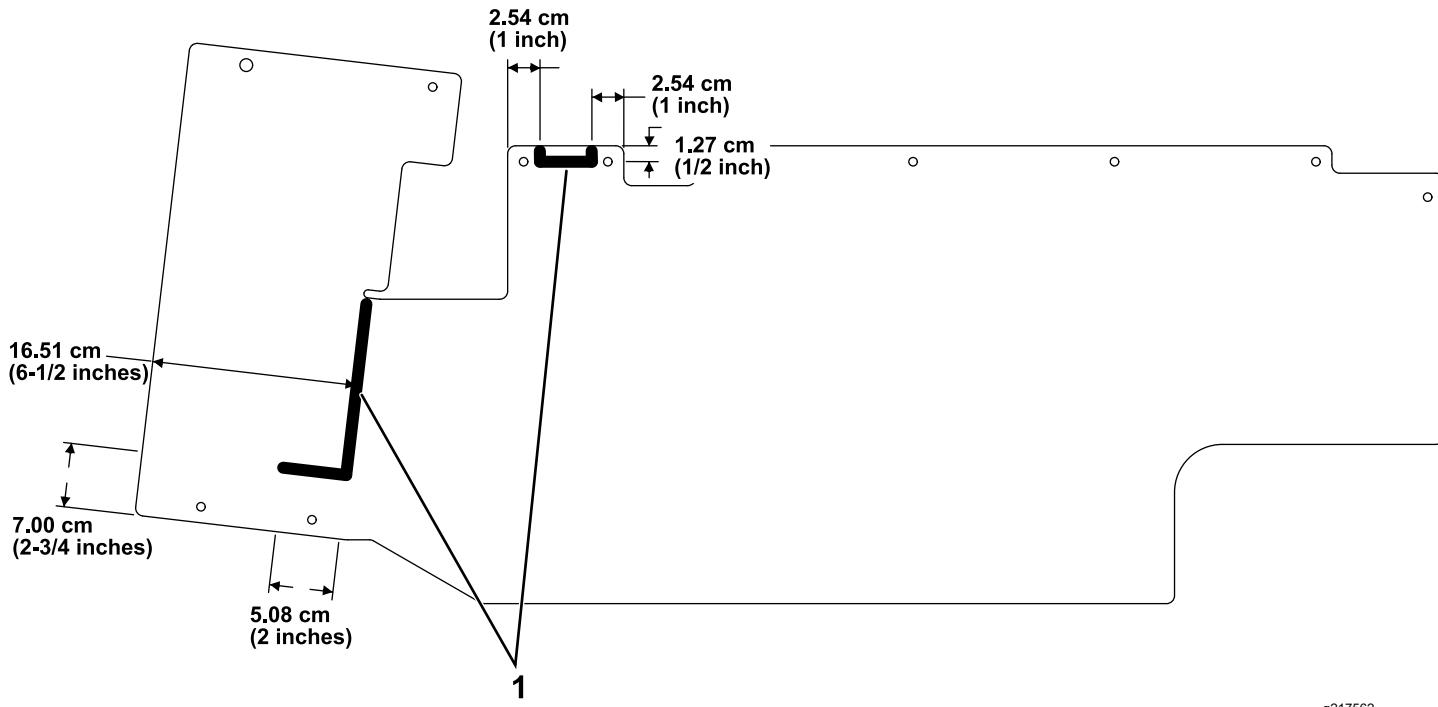

Bild 22
- Schneiden Sie die Gummiabdeckungen basierend auf den in Bild 22 abgebildeten Werten zu.